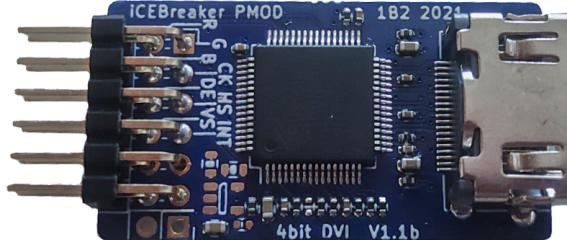

Figure 9 - Module **PMod - DVI**
- Un module **PMod** vers **DVI** pour l'affichage de l'image sur un écran par HDMI, voir figure Figure 9.